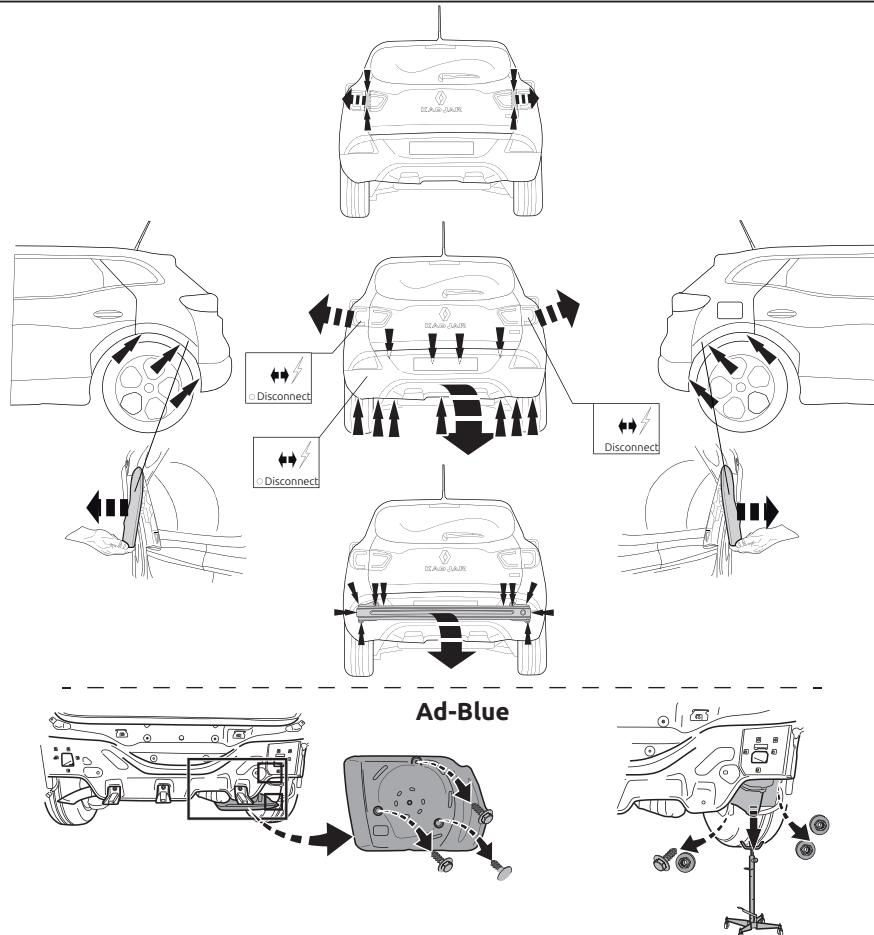

Fig. 1
1. Снять оба блока задних фар. Снять бампер вместе со стальным буферным бруском автомобиля. **Если имеется:** Опустить AD-Blue баке. См. рисунок 1.